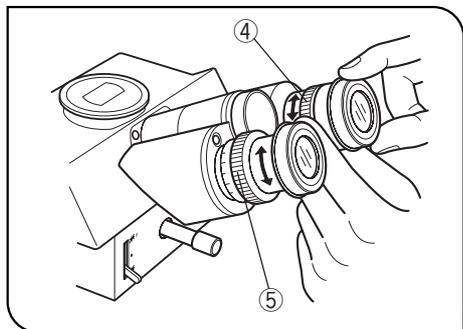

図 2
2) 視度調整環のない側の眼で接眼レンズを覗き、接眼レンズのヘリコイド④を回し、ポインタにピントを合わせます。
3) 視度調整環のある側の眼で接眼レンズを覗き、接眼スリーブの視度調整環⑤を回し、ポインタにピントを合わせます。(図2)